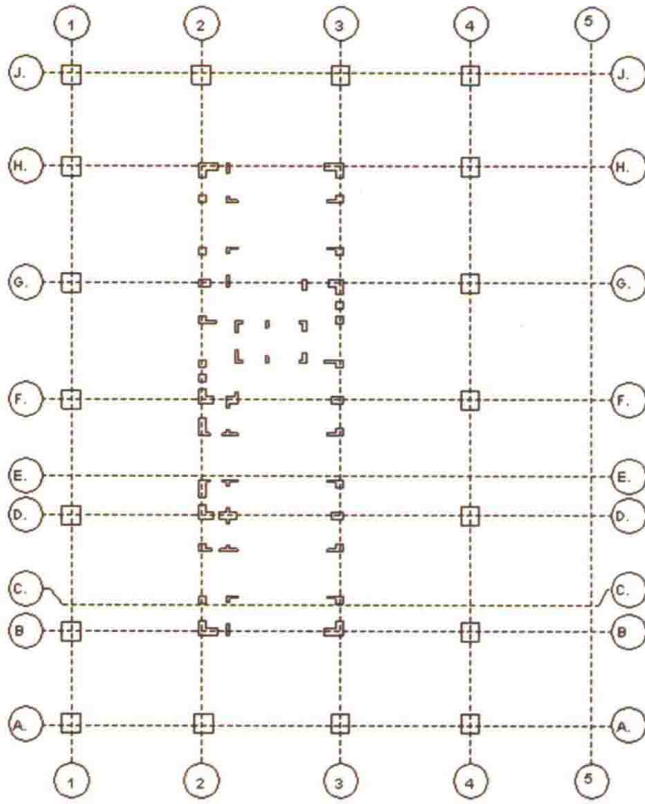

图 1-2-6
(1) 切换至 1F 楼层平面视图。单击【结构】选项卡【柱】工具,进入【修改|放置 结构柱】上下文选项卡。确认结构柱创建方式为【垂直】,不勾选选项栏【放置后旋转】选项,设置结构柱生成方式为【高度】,设置结构柱到达标高为“2F”。
(2) 确认当前结构柱类型为 1.2.1 节中创建的“600×600”。移动光标,分别捕捉至①轴线和Ⓐ、①轴线交点位置,单击放置 2 根 600mm×600mm 结构柱。按【Esc】键两次结束【结构柱】命令。再用移动工具将柱子偏移到图 1-2-6 所示的位置。
(3) 选择第(2)步中创建的 2 根结构柱。自动切换到【修改|柱】上下文选项卡。单击【修改】面板中的【复制】工具,勾选选项栏【约束】选项,同时勾选选项栏【多个】选项,捕捉①轴线任意一点单击作为复制的基点,水平向右移动鼠标,捕捉到①轴线、Ⓐ轴线交点位置将会出现结构柱的预览图形,单击鼠标左键完成复制,按【Esc】键两次退出复制工具。再用移动工具将柱子偏移到图 1-2-6 所示的位置。